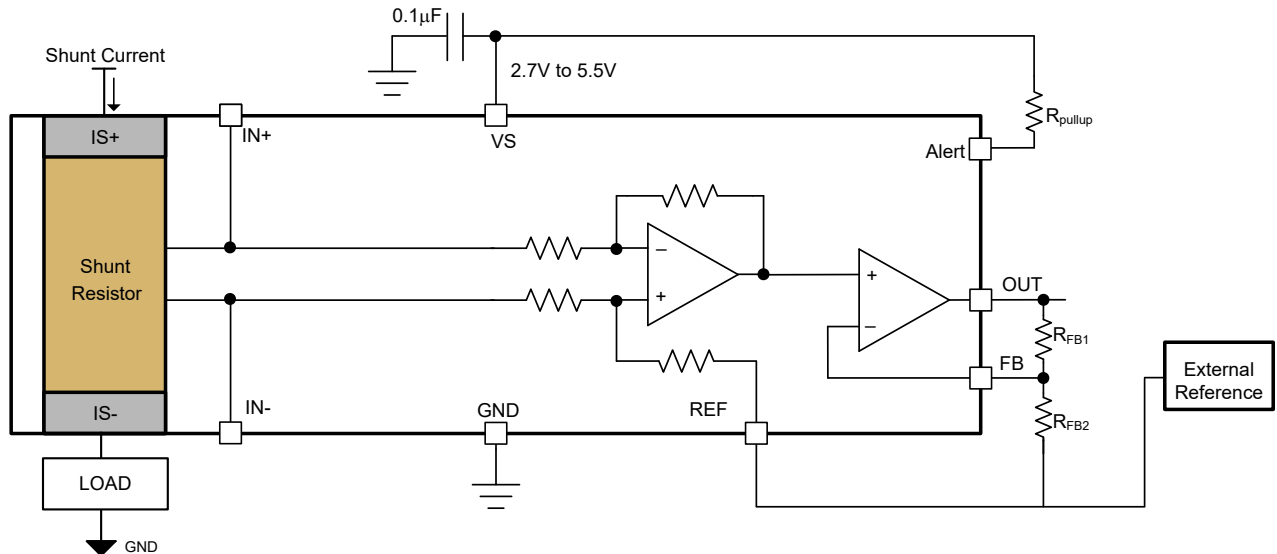

图 6-7. 通过外部电阻分压器实现的可调增益设置
INA791x-Q1 支持通过两个外部电阻网络进行增益调整。默认增益为 20mV/A，借助增加的外部可调增益电阻器网络，总增益 (G) 最高可达 400mV/A。图 6-7 显示了配置用于增加外部增益的两个外部电阻器 R_{FB1} 和 R_{FB2} 。方程式 2 可用于计算外部可调增益，方程式 3 显示了具有外部可调增益的系统的总增益。REF 引脚和电阻 R_{FB2} 的一端根据 OUT 引脚上所需的电压连接到外部基准，如使用基准引脚调整输出中所述。